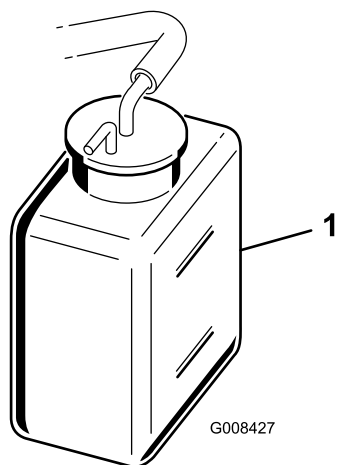

Figure 36
2. Contrôlez le niveau de liquide de refroidissement (Figure 35 et Figure 36).